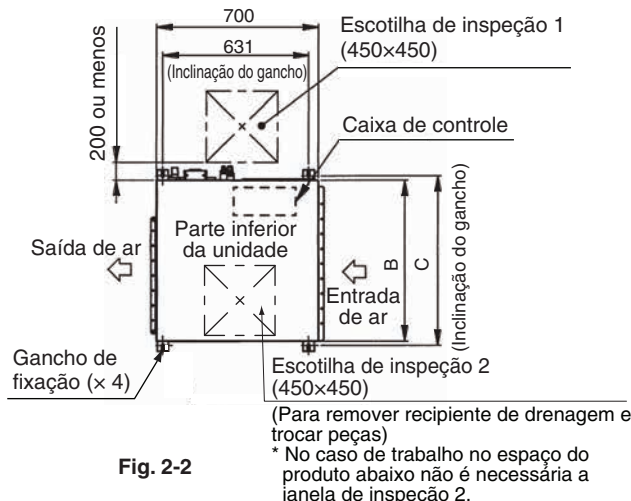

Fig. 2-2
1. Escotilha de inspeção 1 (450 × 450) para a caixa de controle e um espaço mínimo de 300 mm para a parte inferior do produto. **(Consulte a Fig. 2-2)**